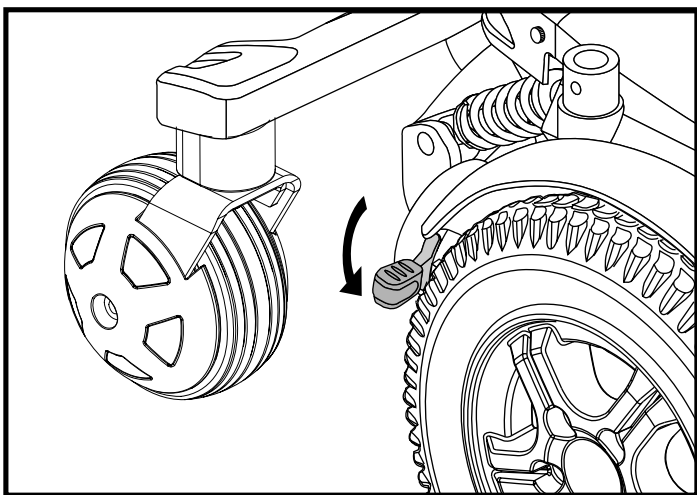

Figura 8. Modalità di sblocco ruote (Trazione disattivata)
1. Premere entrambe le leve di sblocco ruote per liberarle (motore guida disattivato). Vedere figura 8.